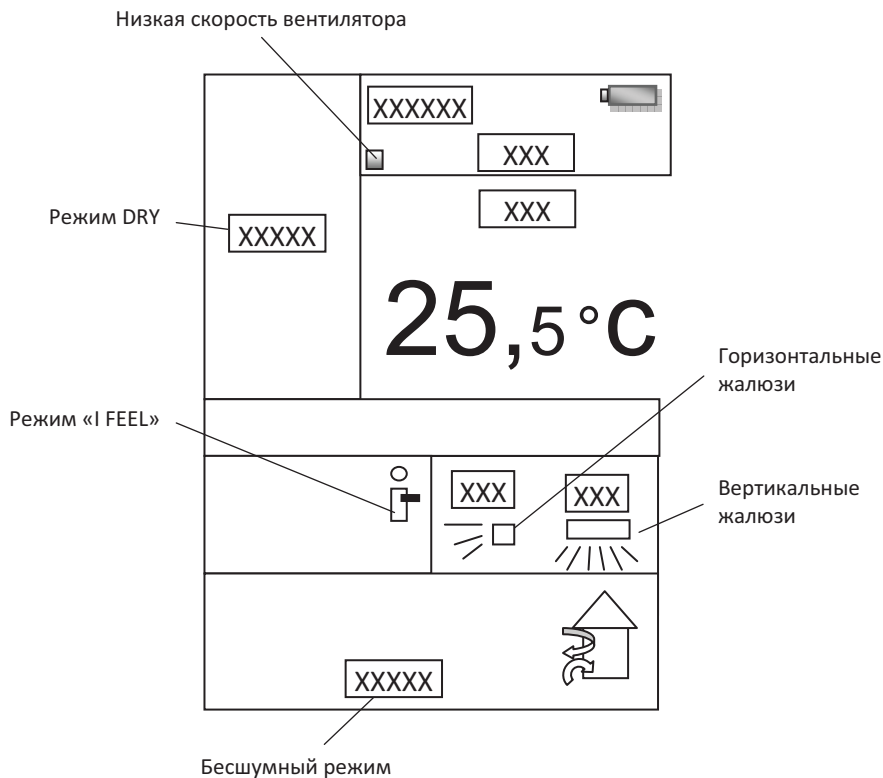

Рис. 5.6
- При выборе режима на ЖК-дисплее высветится символ в зоне индикации согласно рис. 5.6.